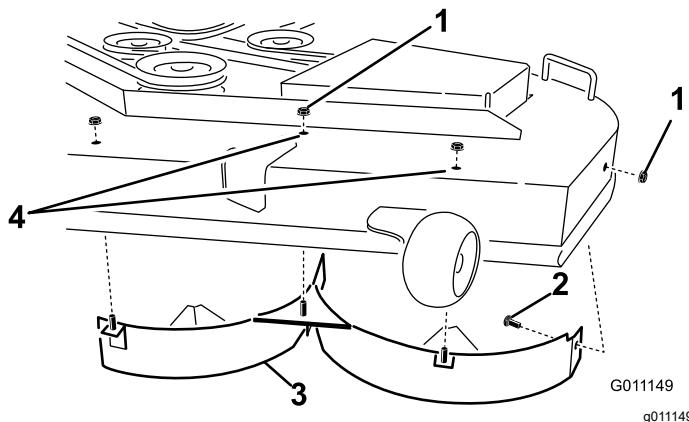

Figura 13
4. Retire las 2 contratuerca (5/16") de las clavijas soldadas del deflector izquierdo, en la parte superior de la carcasa del cortacésped, en las posiciones centro y centro izquierda (Figura 13).
6. Retire el deflector izquierdo de la carcasa del cortacésped según se muestra en Figura 13.